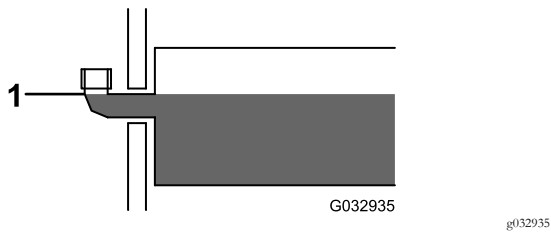

Bild 33
3. Nehmen Sie den Fülldeckel vom Hydraulikbehälter ab (Bild 33).
4. Füllen Sie den Behälter langsam bis zum Füllkrümmer mit Hochleistungshydrauliköl von BOSS (Bild 33).